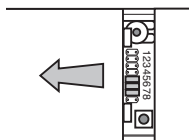

Figura 1
1. Retire la tapa de la batería del transmisor extensor presionando la tapa con su pulgar y luego deslícela hacia afuera como se muestra en la Figura 1.